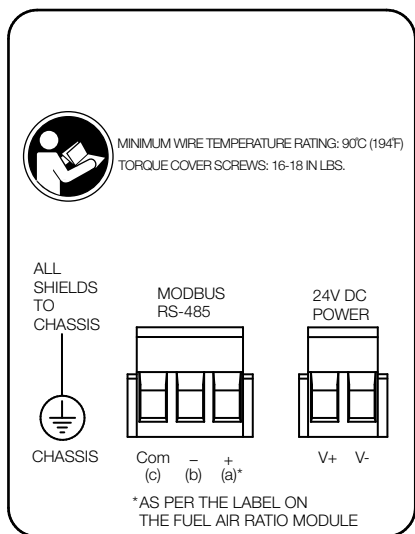

Fig. 4. Terminais de cablagem.
- Todos os parafusos da proteção devem ser apertados com o binário especificado. Consulte a Fig. 4.
A Fig. 4 indica cada terminal de cablagem e Tabela 2 identifica a função e o tipo de sinal de cada terminal.